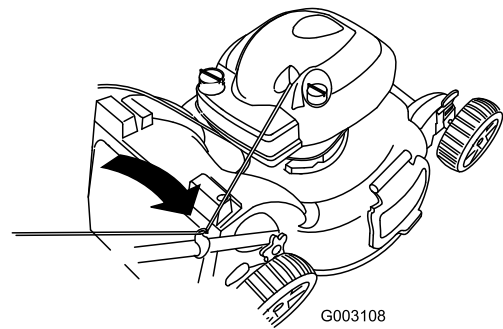

Figura 24
2. Pase la cuerda del arrancador alrededor de la guía de cuerda inferior (Figura 24).